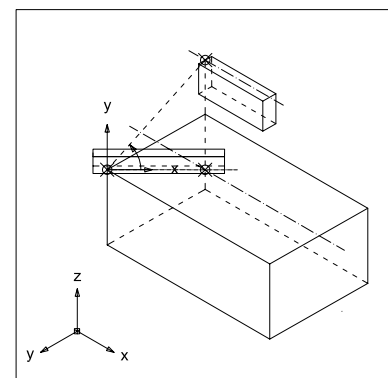

Abb. 8.5 Drehen des Gratsparrens
4. Drehen des Gratsparrens in dieser Ebene mit **Ändern/Drehen** (siehe Abb. 8.5)